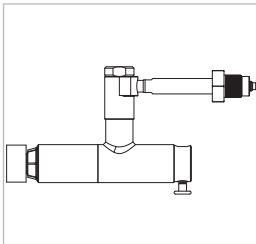

Abbildung 7
- ▶ Lassen Sie den Ventilknopf (Pos. 4) los. Der Adapter zieht sich selbstständig an den Prüfing an und stellt eine druckdichte Verbindung her (*Abbildung 7*).